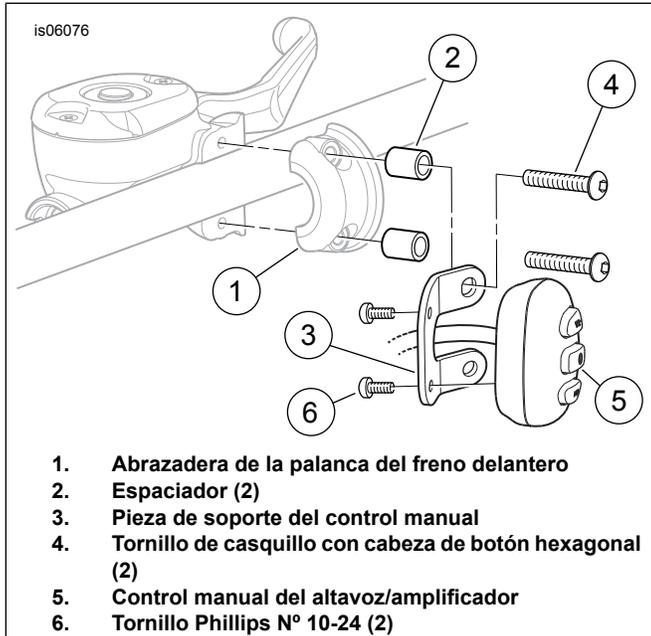

Figura 2. Instalación del control manual y de la pieza de soporte
1. Vea Figura 2. Extraiga los tornillos de la abrazadera de la palanca del freno delantero del vehículo. Extraiga y guarde la abrazadera (1). Los tornillos pueden ser desechados.
2. Obtenga la pieza de soporte del control manual (3), dos espaciadores (2), dos tornillos (6) y:
- **para los modelos Sportster XL de 2004 y posteriores:** dos tornillos (4) del kit.
- **para TODOS LOS DEMÁS modelos:** dos tornillos (4) del kit.
3. Coloque el arnés de cables del control manual (5) a través del centro de la pieza de soporte del control manual (3), como se muestra.
- Instale el control manual (5, parte del conjunto del arnés de cables) en la pieza de soporte con tornillos (6). Apriete firmemente.